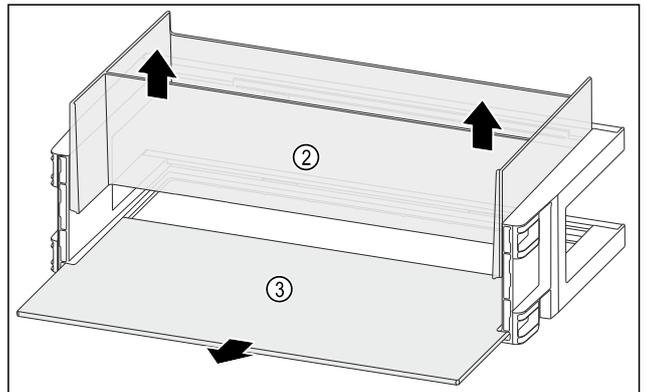

Fig. 93
- ▶ Organizer Fig. 93 (2) nach oben entnehmen.
- ▶ Abstellfläche Fig. 93 (3) entnehmen.